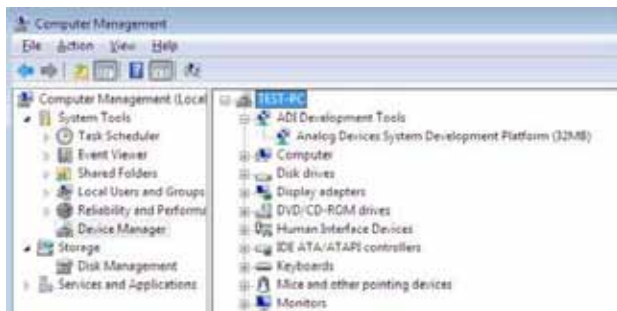

图18. 设备管理器：
- iii. 出现“计算机管理”框。单击“系统工具”列表中的“设备管理器”（参见图18）。